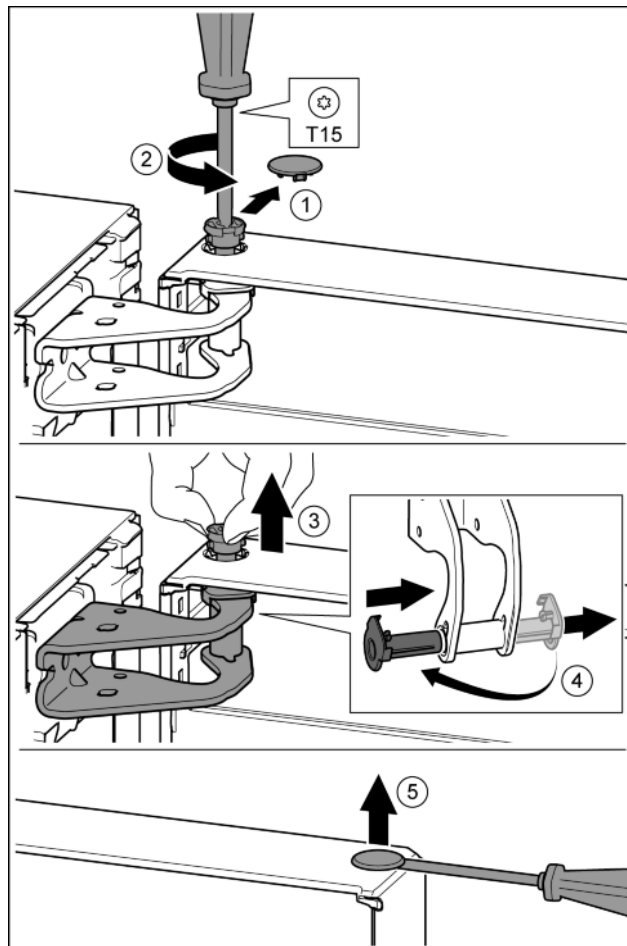

Fig. 12
- ▶ Oprezno skinite sigurnosni pokrov. Fig. 12 (1)
- ▶ Odvijačem T15 malo odvijte svornjak. Fig. 12 (2)
- ▶ Čvrsto držite vrata i prstima izvucite svornjak. Fig. 12 (3)
- ▶ Izvucite čahuru ležaja iz vodilice. Umetnite s druge strane i pustite da uskoči. Fig. 12 (4)
- ▶ Odvijačem s ravnom glavom oprežno podignite čep iz čahure ležaja vrata i izvucite ga. Fig. 12 (5)